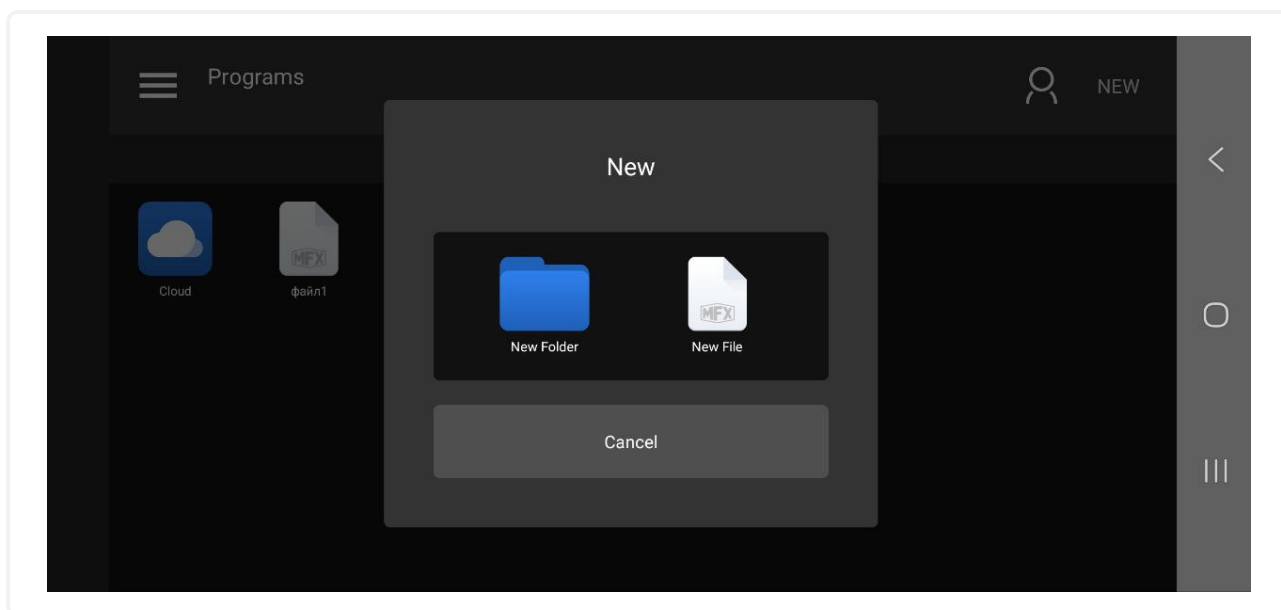

Рис. 12: Экран создать новую папку или файл
- Выберите элемент (новая папка или новый файл см. рис. 12 на следующей странице) который необходимо создать